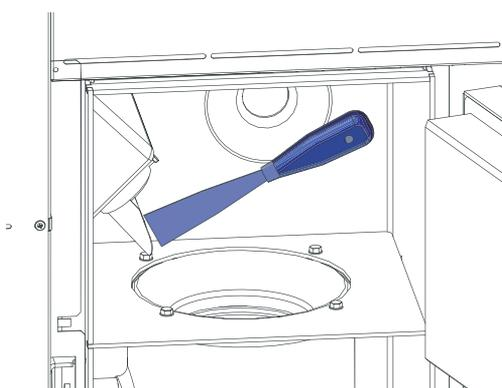

Fig. 37 Pulire il tubo di caduta
- ▶ Se necessario, pulire la parte interna del tubo di caduta con un cacciavite – Fig. 37.